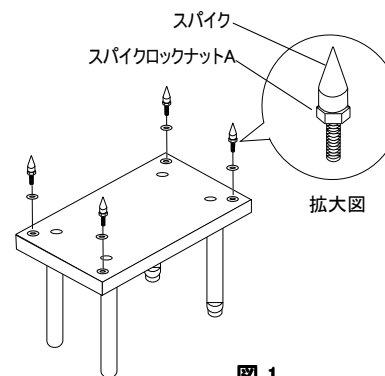

図 1
- ① スパイクと調節ネジの間にすき間がないように組み付けておきます。(図1拡大図)
- ② スパイクのネジ部を脚にねじ込みます。(図1)